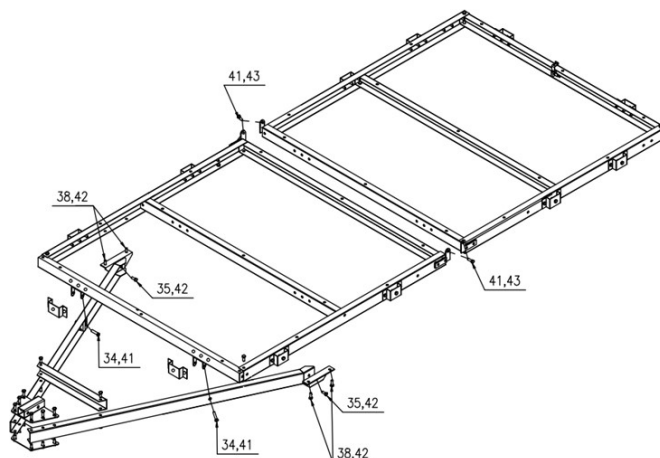

Figure 4: Assemblage du cadre avant de la remorque, du cadre arrière de la remorque et du timon de la remorque
13. Fixez les supports de la barre de remorquage (6) aux rails latéraux avant droit/gauche (1FR/1FL) à l'aide de **deux** boulons M10 x 30 (38) et d'écrous M10 (42).
14. Fixer les barres de remorquage aux supports de la traverse avant (3) à l'aide de **deux** goupilles $\varnothing 12 \times 80$ (34) et de la goupille R (gros) (47).
15. Assemblez le cadre avant et le cadre arrière de la remorque en utilisant **deux** boulons M12 x 30 (43) et deux écrous M12 (41). Insérez les boulons dans les plaques d'articulation (22) et fixez-les en place avec les écrous. **Voir la figure 4**